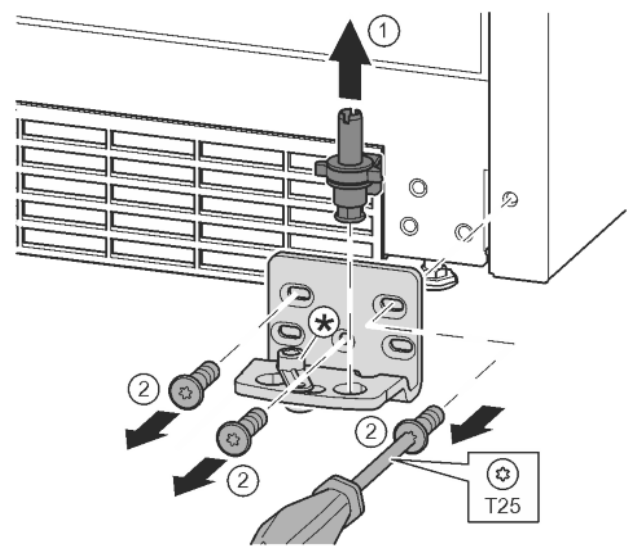

Fig. 14
- Izvucite podložak ležaja kompletno prema gore. Fig. 14 (1)
- Odvijačem T25 odvijte vijke i skinite podložak ležaja. Fig. 14 (2)